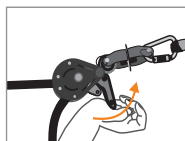

Fig. 5
Trek aan de klemhendel (4) om de veiligheidslijn te ontkoppelen (fig. 5). Maak het geheel los en doe de onderdelen terug in hun originele verpakking. Laat de veiligheidslijn na een interventie niet geïnstalleerd. De veiligheidslijn kan maximaal voor één interventiedag worden geïnstalleerd.